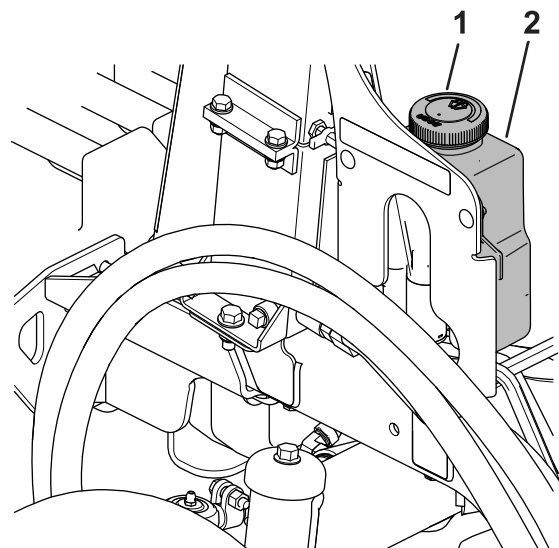

Figure 87
- Enlevez le bouchon (Figure 87) du réservoir.